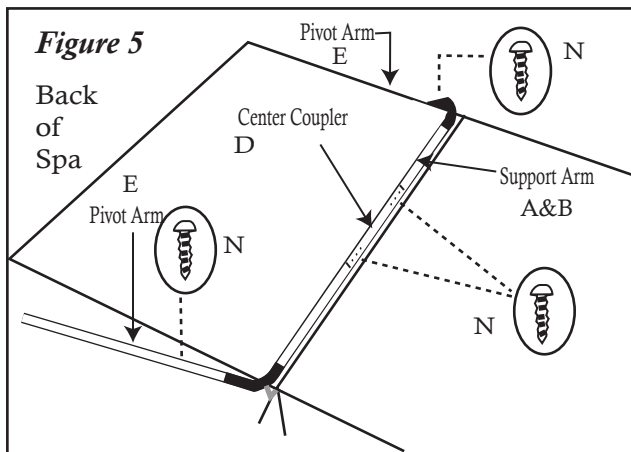

Figure 5
#8 Wenn das Verbindungsstück (D) und die Stützarme (A & B) richtig eingestellt sind (ungefähr ½ Zoll (1,3 cm) vom Scharnier der Abdeckung und mittig auf dem Whirlpool), verwenden Sie die selbstschneidenden Schrauben Nr. 10 (N), um die Stützarme (A & B) an den Schwenkarmen (E) zu befestigen und das Verbindungsstück (D) an den Stützarmen (A & B) (siehe Fig. 5). **Hinweis:** Achten Sie darauf, das Verbindungsstück (E) so zu drehen, dass die eingesetzten Schrauben in einem horizontalen Winkel stehen und die Köpfe zur Rückseite des Whirlpools zeigen.